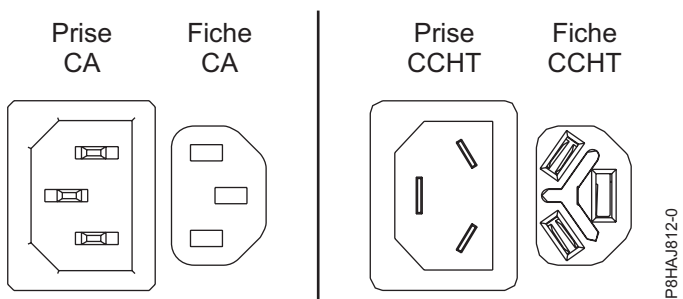
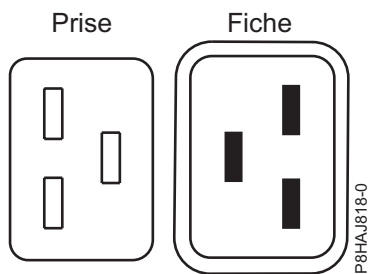
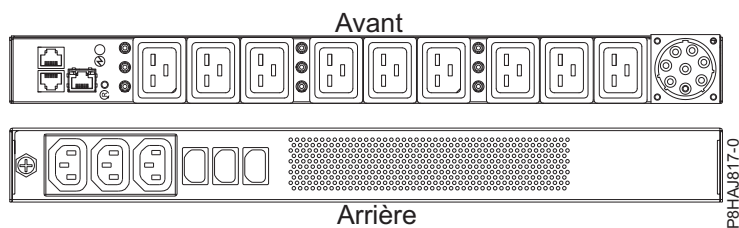

Figure 38. Connecteurs CA et CCHT
Figure 39. Connecteurs pour le système 8408-44E
Figure 40. Unité d'alimentation pour le système 8408-44E
La figure 38, à la page 55 représente les connecteurs pour courant alternatif (CA) et courant continu haute tension (CCHT) pris en charge. Les figure 39, à la page 55 et figure 40, à la page 55 illustrent les